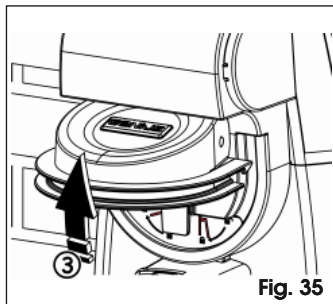

Fig. 35
2. Open het deksel van het ontgrendelingsmechanisme, Fig. 35.